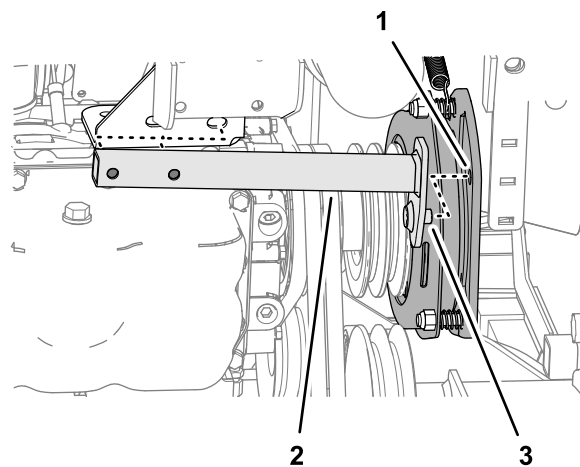

Figura 92
7. Deplasați tubul anti-rotire în spate și demontați-l de la maină (Figura 92).
- Aliniați tiftul tubului anti-rotire cu orificiul din placa ambreiajului prizei de putere; consultați Figura 92 din Demontarea curelelor prizei de putere (Pagină 65).